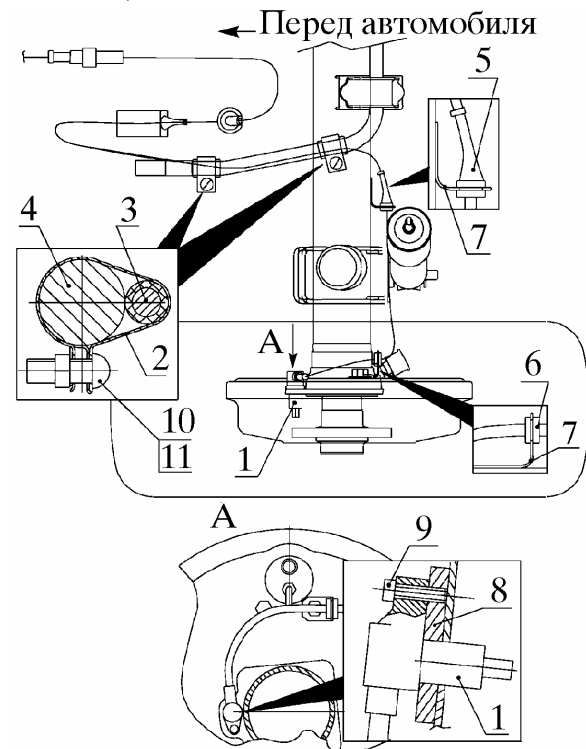

Рис. 6. Отсоединение задних колесных датчиков АБС с проводами в сборе:
4.9. Отсоединить задние колесные датчики АБС с проводами в сборе (рис. 6)